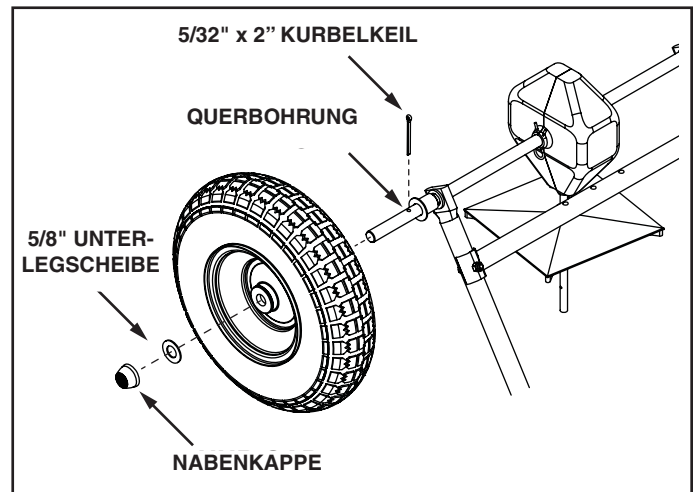

ABBILDUNG 3
6. Montieren Sie einen 5/32" x 2" Spannstift durch das Loch in der Radnabe und der Achse. Siehe Abbildung 3.
7. Platzieren Sie eine 5/8" Unterlegscheibe auf der Achse und klopfen Sie dann eine Nabenkappe leicht auf die Achse, bis sie an der Unterlegscheibe und der Radnabe anschlägt. Siehe Abbildung 3.